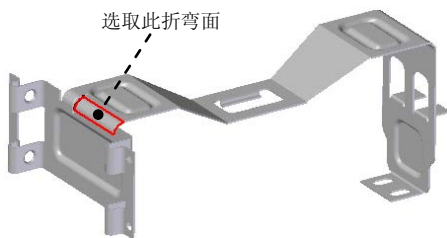

图 8.11.85 定义放置折弯
(3) 定义加固板参数及倒圆。在“加固板选项”对话框中的 **拔模角(T)**: 文本框中输入值 0, 在 **宽度(W)**: 文本框中输入值 3; 在 **倒圆** 区域选中 **包括倒圆(C)** 复选框, 在 **凸模半径(R)**: 和 **凹模半径(R)**: 文本框中均输入值 0.5, 单击 **确定** 按钮。
(4) 定义放置折弯。在系统 **单击沿其放置加固板的折弯** 的提示下, 选取图 8.11.85 所示的模型表面为放置面。